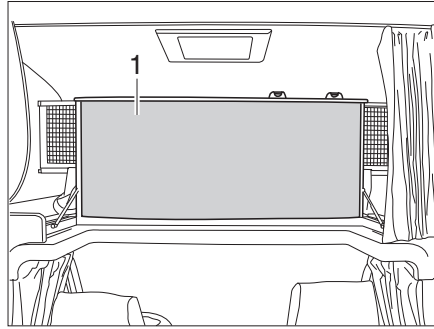

Fig. 114 Cama de alcoba, plegada hacia arriba
- Plegar hacia arriba la cama de alcoba (Fig. 114,1) delante. La cama de alcoba se mantiene en la posición superior mediante resortes por presión de gas.